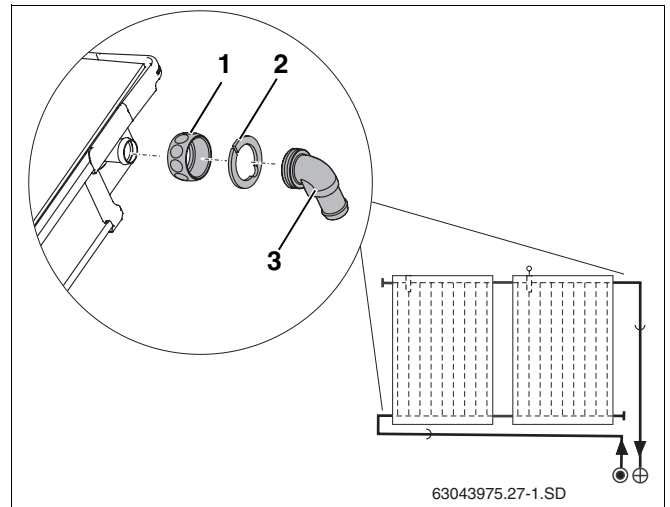

Fig. 22 Montar os terminais angulares
- ▶ Inserir a porca de capa (fig. 22, **item 1**) sobre as ligações do colector.
- ▶ Colocar a anilha de aperto (fig. 22, **item 2**) atrás do reforço da ligação do colector e apertar.
- ▶ Alinhar o terminal angular com o O-ring (fig. 22, **item 3**) e aparafusar com a porca.